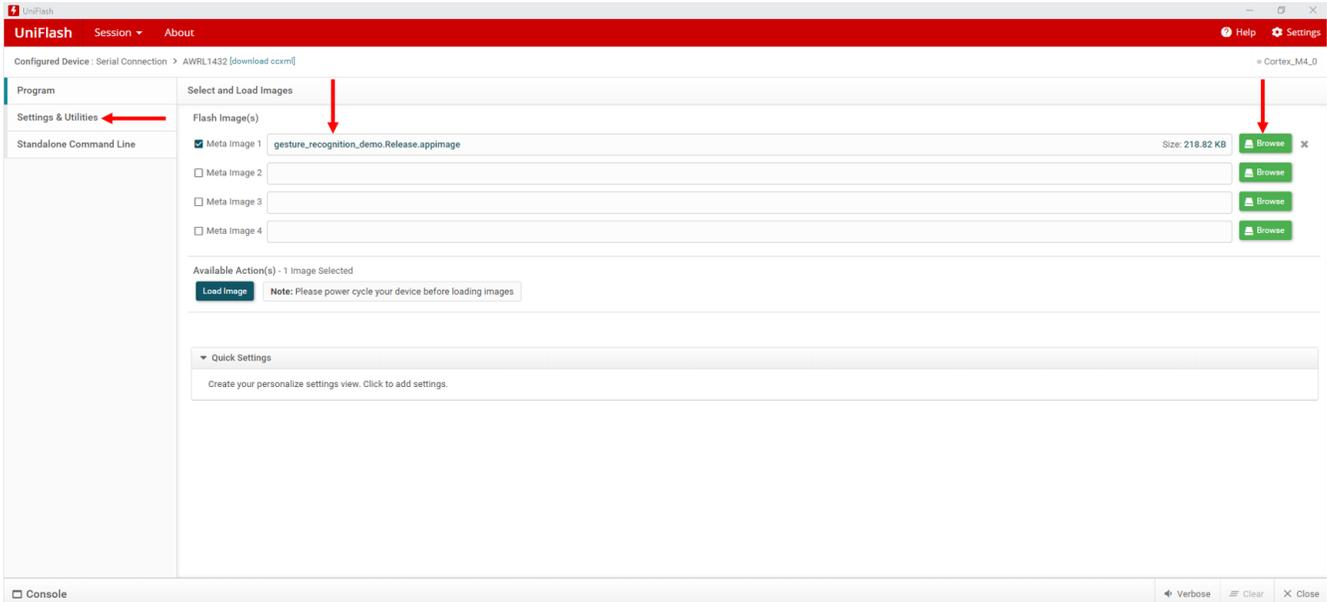

図 3-4. UniFlash の設定
4. [Browse] ボタンをクリックして、ロードするアプリケーション イメージ ファイルに移動します。ファイルのパスと名前は、<RADAR_TOOLBOX_INSTALL_DIR>\radar_toolbox latest version\source\ti\examples\kick_to_open\prebuilt_binaries\gesture_recognition_demo.Release.appimage です。フィールドにファイル名が入力されたら、プログラムの左側にある [Settings and Utilities] メニューをクリックします (図 3-4 を参照)。